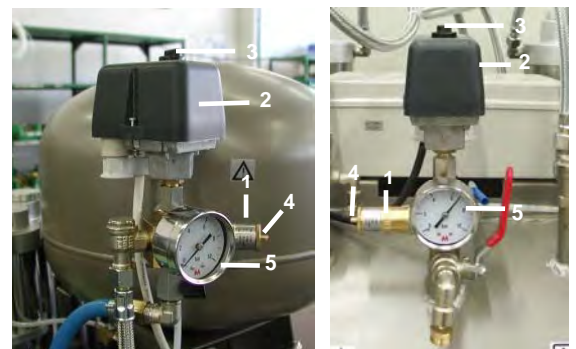
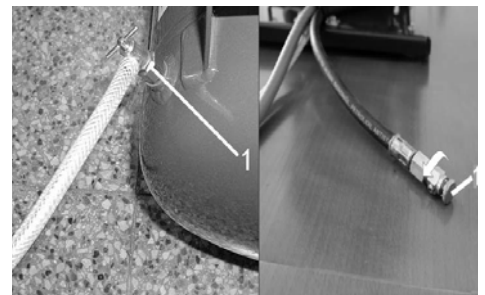

Bild.13
Bild.14
(Bild.13)
Kompressoren ohne Lufttrockner (Bild.14, Bild.15)
Falls der Kompressor längere Zeit nicht genutzt wird, ist es empfehlenswert, das Kondensat aus dem Druckbehälter abzulassen und den Kompressor dann für 10 Minuten mit geöffnetem Kondensatablassventil (1) (Bild.14, Bild.15) in Betrieb nehmen. Danach den Kompressor mittels des Schalters (3) auf dem Druckschalter (2) (Bild.13) ausschalten, das Ventil für den Kondensatablass schließen und das Gerät vom Stromnetz trennen.
Das Gerät vom Stromnetz trennen. Druckluft aus dem Druckbehälter durch Öffnen des Kondensatablassventils (1) (Bild.14, Bild.15) ablassen. Das Gerät entsprechend der örtlich geltenden Vorschriften entsorgen. Die Entsorgung ist gegebenenfalls einer spezialisierten Firma zu übergeben. Alle Produktteile des Gerätes haben nach Ablauf ihrer Lebensdauer keinen negativen Einfluss auf die Umwelt.